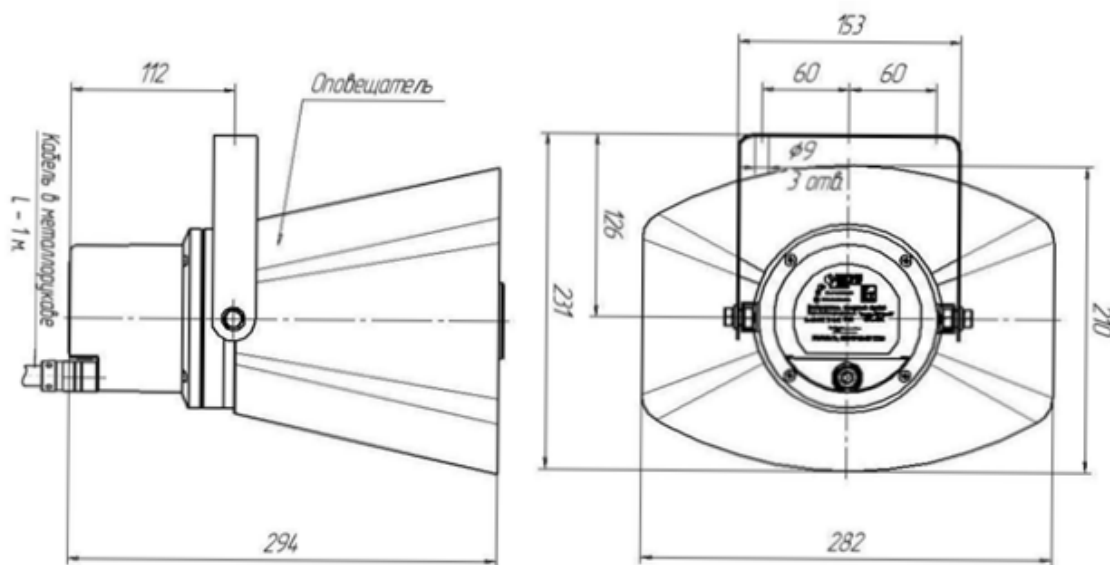

Рисунок 1 – габаритные размеры оповещателя
- определить место установки и разметить место крепления, рисунок 1 в соответствии с утвержденным в установленном порядке проектом размещения;